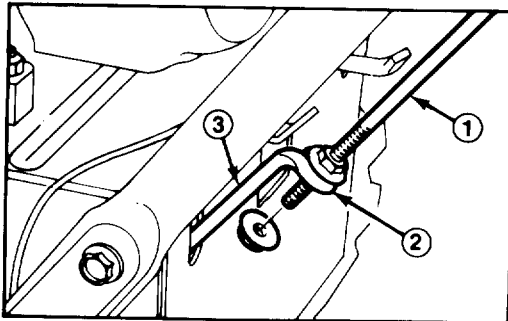

Figure 3
2. Introduisez la tige de traction dans la bride de la tige de traction inférieure (Fig. 3).
3. Enfilez un écrou à collerette (la collerette en haut) sur le bas de la tige de commande de traction jusqu'à la bride dans la tige de traction inférieure (Fig. 3).